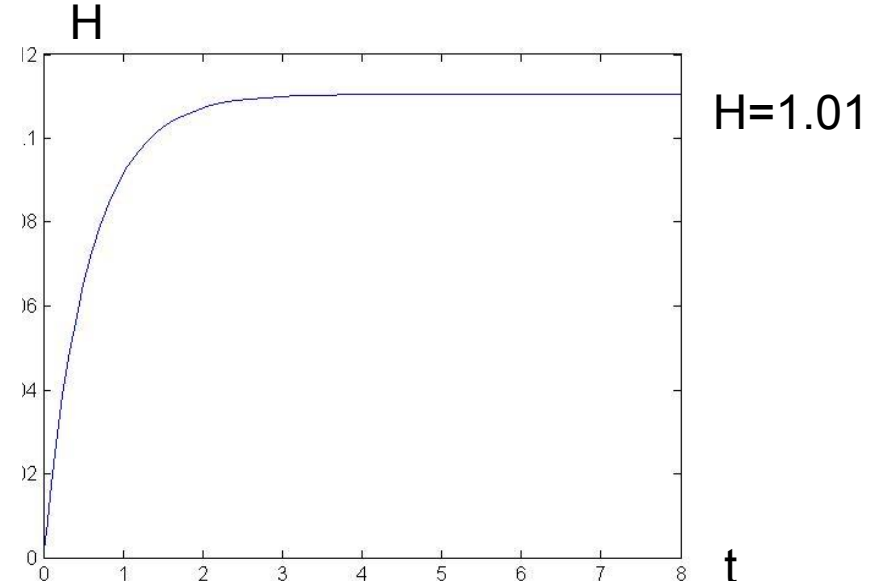

Рис.2
2) Предположим, что в начале эксперимента емкость пустая. Тогда начальные условия для уравнения (1) будут $H(0)=0$.
4) Решение дифференциального уравнения (1) имитирует переходный процесс, который характеризует процесс установления уровня в емкости (рис.2)